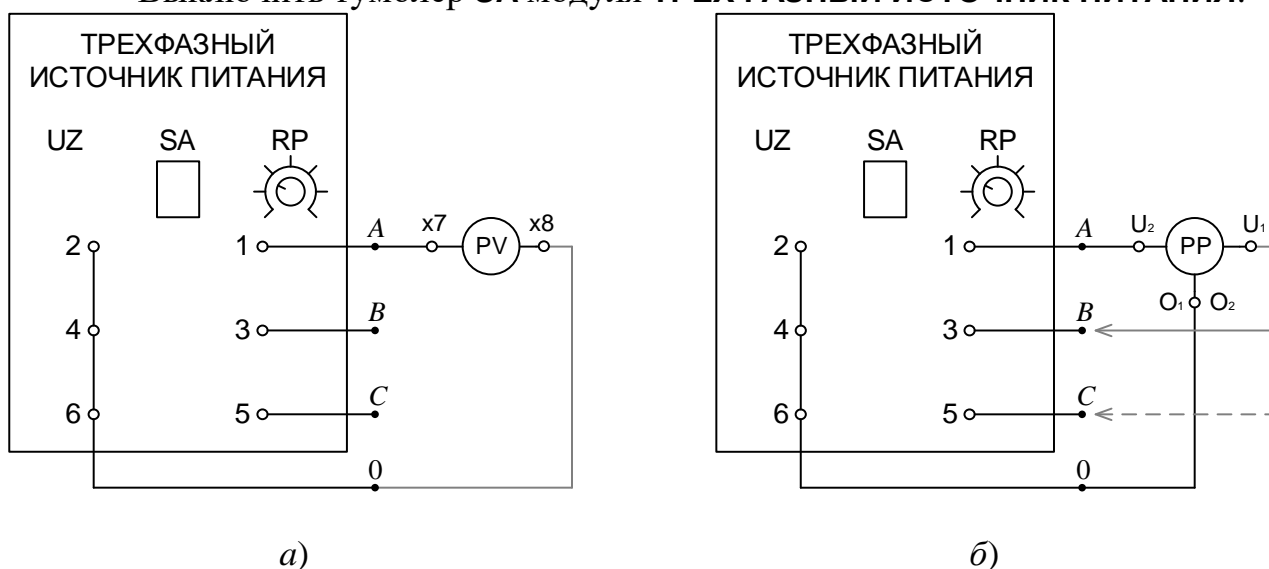

Рис. 8. Схема соединения генератора «звезда»
- Собрать трехфазный генератор модуля **ТРЕХФАЗНЫЙ ИСТОЧНИК ПИТАНИЯ** по схеме «звезда» (рис. 8а). Проверить собранную электрическую цепь в присутствии преподавателя.
- Включить выключатель **QF** блока **МОДУЛЬ ПИТАНИЯ** и тумблеры **SA** и **SA1** модулей **ТРЕХФАЗНЫЙ ИСТОЧНИК ПИТАНИЯ (UZ)** и **ИЗМЕРИТЕЛЬ ФАЗЫ**.
- Регулятором напряжения **RP** установить фазное напряжение трехфазного источника питания U_{A0} (соответствует напряжению U_{12} в обозначениях выводов источника на стенде) равным 7 В (проверить подключением вольтметра **PV** по схеме рис. 8а).
- Вольтметром **PV** измерить фазные напряжения U_{A0} , U_{B0} , U_{C0} (в дальнейшем U_A , U_B , U_C) и линейные напряжения U_{AB} , U_{BC} , U_{CA} модуля **ТРЕХФАЗНЫЙ ИСТОЧНИК ПИТАНИЯ (UZ)**. Измеренные значения занести в протокол измерений. Проверить выполнения соотношений для симметричного источника.
- Использовать прибор **ИЗМЕРИТЕЛЬ ФАЗЫ** для измерения комплексных напряжений (потенциалов) \underline{U}_A , \underline{U}_B , \underline{U}_C источника. Собрать электрическую цепь по схеме, приведенной на рис. 8б. Тумблер **SA2** модуля **ИЗМЕРИТЕЛЬ ФАЗЫ** установить в положение **U2**. Провести измерение комплексных потенциалов \underline{U}_B и \underline{U}_C , приняв $\underline{U}_A = U_A \angle 0$.
Схема исследуемой цепи представлена на рис. 8а, б.